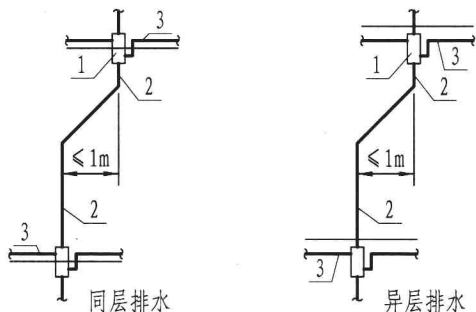

图1 偏置距离 $\leq 1\text{m}$ 时, 45°弯头连接方式
1) 偏置距离小于或等于1m时,可如图1所示采用45°弯头连接;